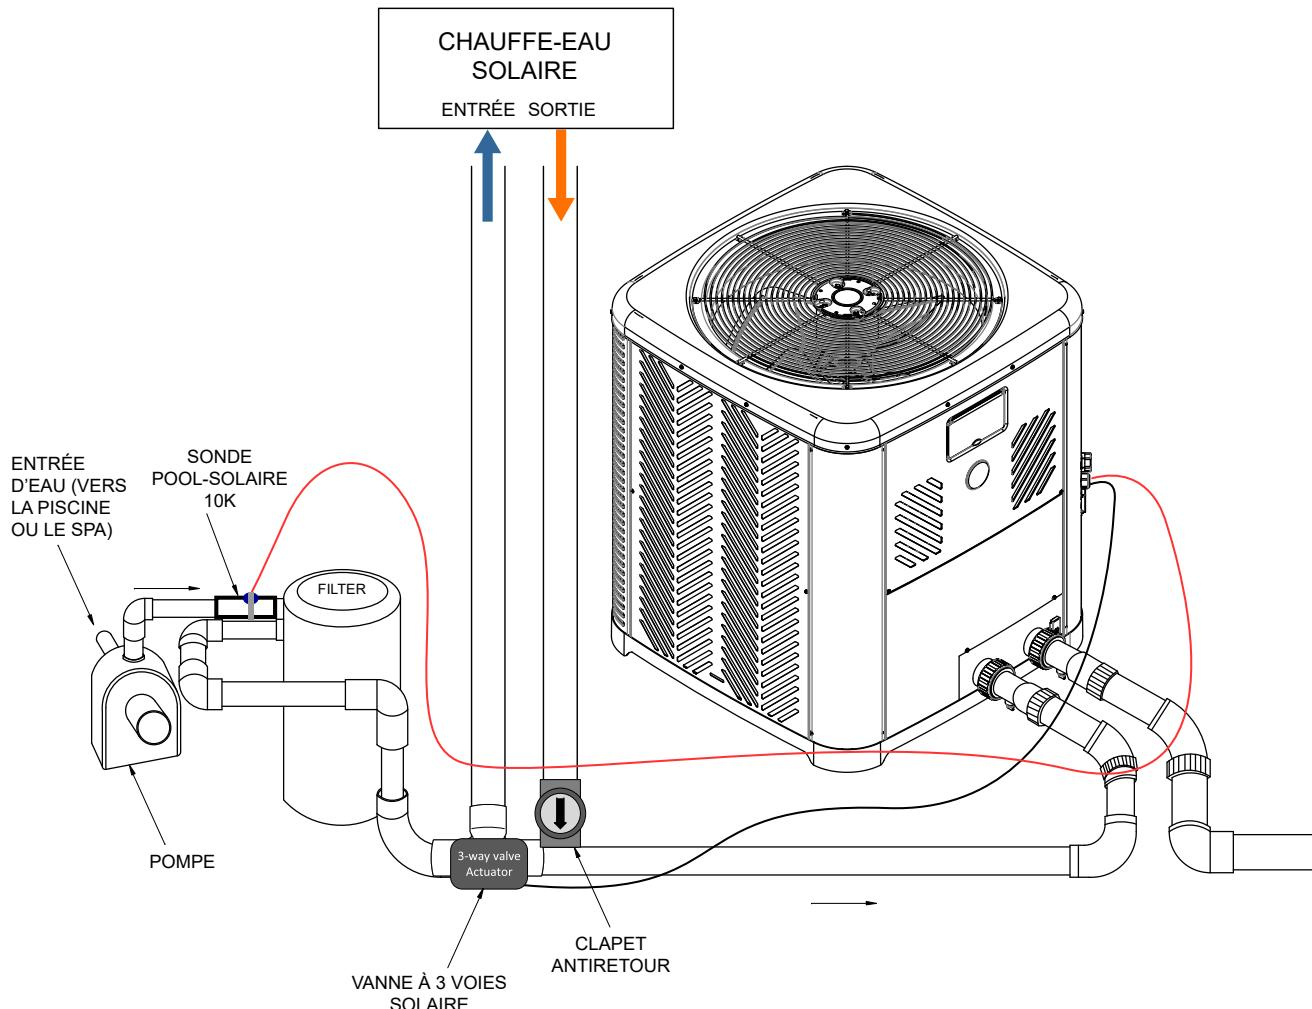

Figure 156. Composants du chauffe-eau solaire dans la tuyauterie
3. Installez un « clapet antiretour » à la sortie du chauffe-eau solaire pour empêcher tout reflux vers le collecteur solaire. Voir **Figure 156**.